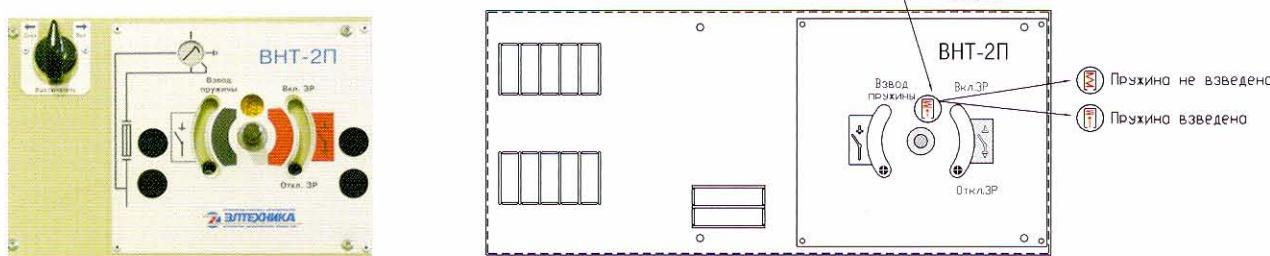

Рис.23. Элементы управления и индикации привода К-2Е
**Привод типа К-2Е (рис.23)** (устанавливается только с ВНТ-2Е и ВНТ-2П) отличается от привода типа К-1 тем, что он оборудуется двумя дополнительными пружинами и при вращении съемной рукоятки (в таком же направлении, как при выполнении операции включения в линию на приводе К-1) происходит только взведение пружин, без выполнения самой операции. Команда на выполнение однократной операции включения или отключения линейных контактов может быть подана при помощи пусковых электромагнитов управления, либо ручкой оперирования, выведенной на лицевую панель привода, либо при помощи механизма автоматического расцепления при перегорании предохранителя. Дополнительные пружины установлены в приводе таким образом, что во время выполнения операции включения в линию в ручном режиме они переводятся во взвешенное состояние (растягиваются). При подаче команды на спусковой механизм любым из вышеперечисленных способов дополнительные пружины освобождаются и, сжимаясь, переводят подвижные контакты в отключенное положение. При выполнении операции включения (взведение пружины) на этом типе привода требуется прикладывать большее усилие к рукоятке по сравнению с приводом К-1 (за счет взвешивания дополнительных пружин). В остальном, работа привода типа К-2Е не отличается от работы привода К-1.